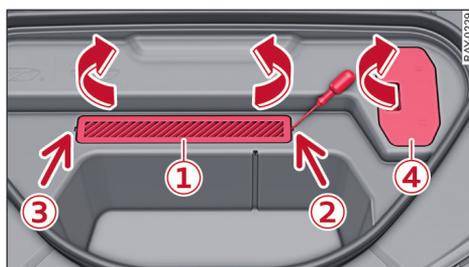

图 122 前舱：充电极点的盖子：① 正极 / ④ 接地点
- ▶ 取下盖子  和   $\Rightarrow$  图 122。